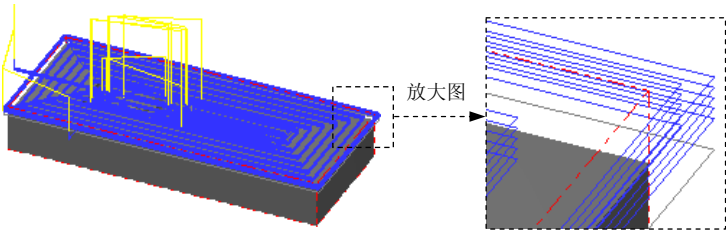

图 7.9 刀具路径
Step11. 单击“曲面粗加工挖槽”对话框中的  按钮, 完成加工参数的设置, 此时系统将自动生成图 7.9 所示的刀具路径。